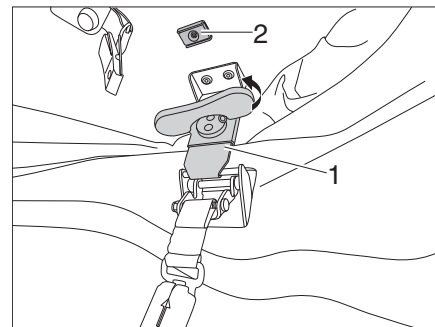
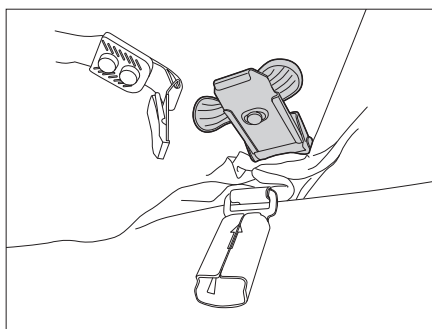

Fig. 37 Sbloccaggio dei bloccaggi
Fig. 38 Fissaggio dei bloccaggi
- Sollevare le maniglie girevoli del bloccaggio sinistro e destro (Fig. 37,1) e ruotarle in senso antiorario facendo sbloccare i bloccaggi.
- Richiudere la maniglia girevole e fissare il meccanismo di bloccaggio al magnete (Fig. 37,2) (Fig. 38).